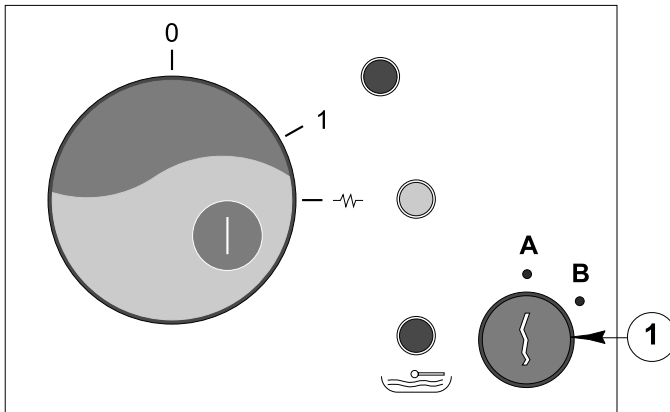

Fig. 10 - Interruptor encendido máquina y llave de programación dosis
Llevar la llave (Fig. 10; pos. 1) a la posición B y proceder a la programación como especificado en el párrafo 5.7. Al final de la programación volver a llevar la llave a la posición de salida A.